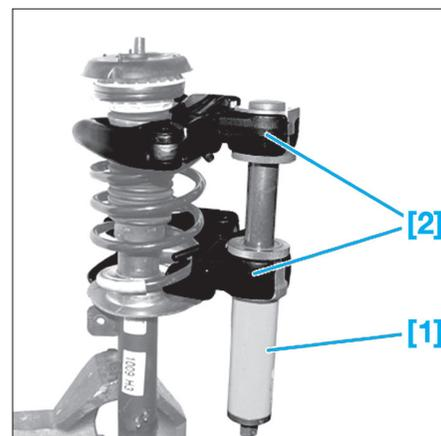

Fig. 7
- A l'aide des outils [1] et [2], comprimer le ressort (Fig.7).